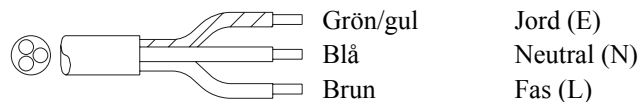

Fig. 2
- Sickpropp, 230V 1-fas (Fig. 2)
- Om stickproppen inte passar i uttaget bör den bytas ut till en passande enligt Fig.2. Denna åtgärd får utföras endast av bemyndigad yrkespersonal.